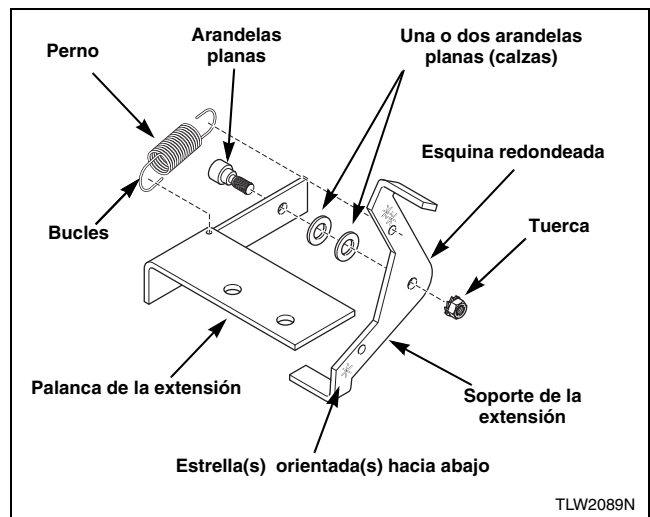

Figura 14
4. Instale la palanca de la extensión con la esquina redondeada mirando en dirección opuesta al soporte de la extensión usando un perno, una o dos arandelas planas (calzas) (utilice el número de arandelas incluido en el kit) y la tuerca. Consulte la *Figura 14*. Asegúrese de que las arandelas estén planas contra el soporte.
6. Instale el resorte de la extensión en el agujero del soporte y el agujero en el brazo superior de la palanca. Consulte la *Figura 14*.